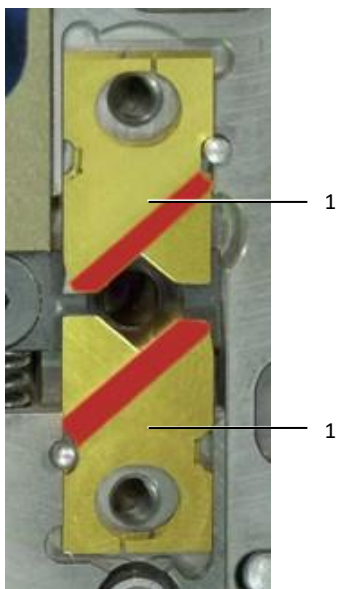

图 31: 装入刀片
- 将所有刀片对放在一起，使得呈斜面的边缘（图 31 中的标红位置）朝外。